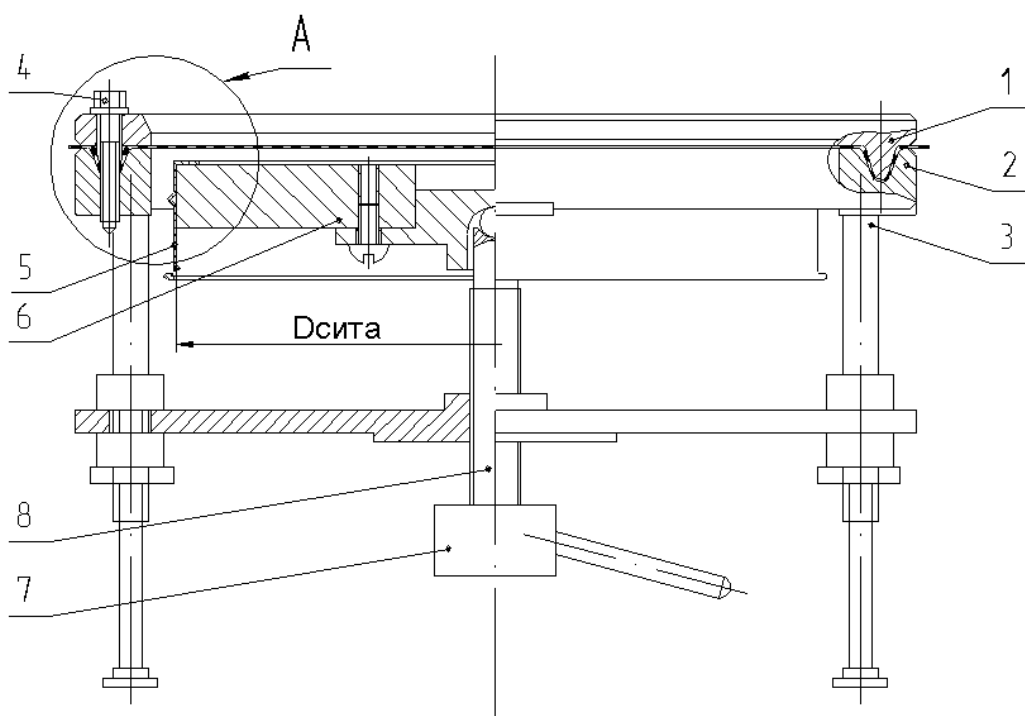

Рис. 5 Приспособление для натяжения сетки
В случае необходимости замены сетки для ее натяжения применяется устройство, изображенное на рис. 5.
8.3. Сита, поддон и крышка ремонту не подлежат и заменяются по мере износа. Имеется возможность замены сетки в ситах высотой 38 мм, для натяжения сетки применяется устройство, изображенное на рис. 5.